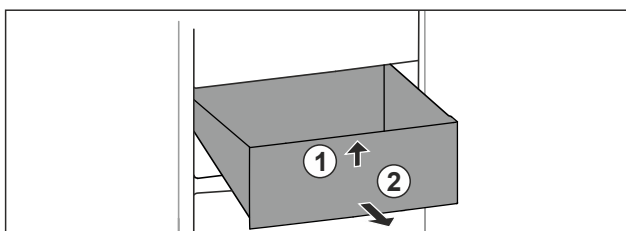

Fig. 115
- Soulever la partie avant du tiroir. Fig. 115 (1).
- Retirer le tiroir par l'avant. Fig. 115 (2)